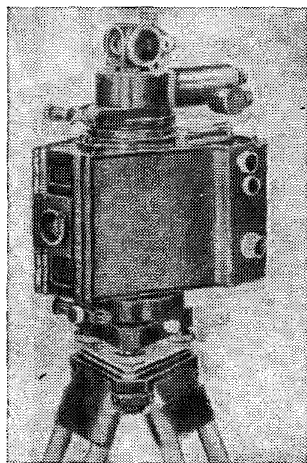

Рис. 28. Фототеодолит Photoe 19/1318
4.14. Фототеодолит Photoe 19/1318 (рис. 28) предназначен для производства наземной фотограмметрической съемки, применяется для составления топографических планов горной и сильно пересеченной местности. Может использоваться при определении деформаций зданий и сооружений, для контроля качества строительного-монтажных работ.